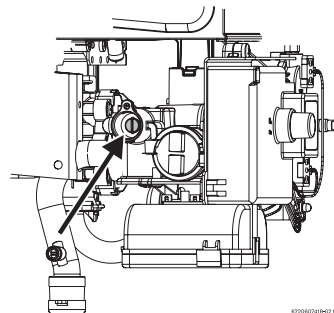

Fig. 14 Parafuso de ajuste de vazão de gás máximo
- Retirar a selagem do parafuso de ajuste (Fig. 14).
- Utilizando o parafuso de ajuste (Fig. 14) regular a pressão até atingir os valores indicados na tabela 6.